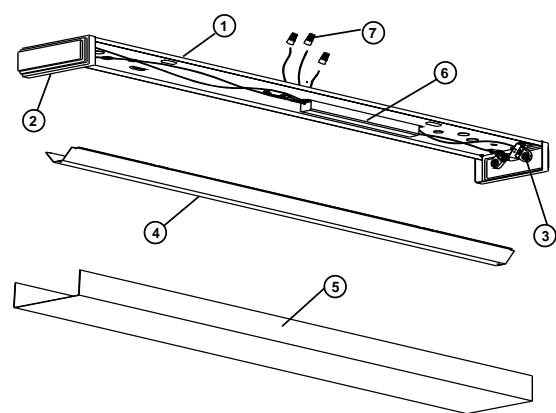

Figure 1
1. Retirer les composants de ¼appareil et tout sac de pièces fourni. S'assurer que toutes les pièces sont comprises. **Voir la Figure 1.**
1. Remove fixture components and parts pack(s). Check that all parts are included. **See Figure 1.**